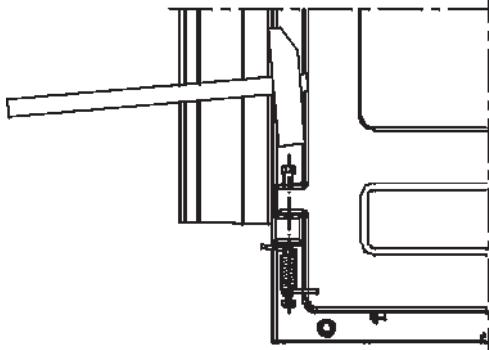

Abb. 1.
-Tür schließen, die Vorderplatte abnehmen, den Stift an dem unteren Scharnier herausnehmen, die Imbusschraube so hineingeben, dass ca. 15 mm aus dem Scharnier herausragt. Setzen Sie die Feder so auf die ein wenig überspannte Schraube, dass ein Ende in den Ofenrand einhakt. Feder halten, Schraube stampfen, auf die Schraube eine geschlossene Schraubenmutter aufsetzen (siehe Bild 1).
Der Kessel muss an das System der Zentralheizung mit einem offenen expansiven Gefäß angeschlossen werden, so dass, falls Wasser überheizt wird, es nicht zu einer Druckerhöhung kommt (Bild 1). Wir empfehlen den Einbau eines Mischhahns mit vier Anschlässen (Mischventil), welcher eine Temperaturregulation am Anfang der Rohrleitung der Heizung ermöglicht, wobei die Wassertemperatur im Kessel immer noch hoch genug ist ( $60 - 70^{\circ}\text{C}$ ), um Schwitzen des Kessels oder Niedrigtemperatur-Korrosion zu vermeiden. Anstatt des Mischventils kann auch ein Thermostat eingebaut werden, wessen Messfühler am Anfang der Rohrleitung ist. Der Thermostat schaltet die Pumpe erst ein, wenn die Wassertemperatur im Kessel, d. h. am Anfang der Rohrleitung hoch genug ist. Auf den Bildern 1 und 2 wurde dargestellt, wie man den Kessel an die Installation der Zentralheizung anschließen soll.